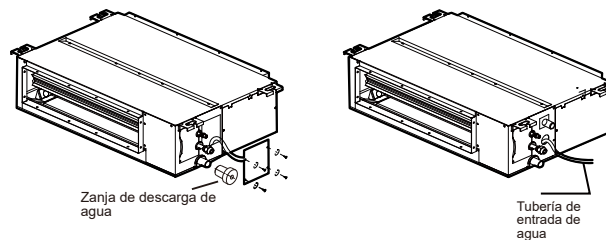

Figura 5.5
4. Abra el tapón de agua de prueba y continúe añadiendo agua (la figura 5.5 muestra la entrada de agua) hasta que se active la alarma por niveles de agua excesivo. Compruebe si la bomba de drenaje drena el agua inmediatamente. Después de tres minutos, si el nivel del agua no cae por debajo del nivel de advertencia, la unidad se apagará. En este momento, debe apagar el suministro de energía y drenar el agua acumulada antes de poder encender la unidad normalmente.